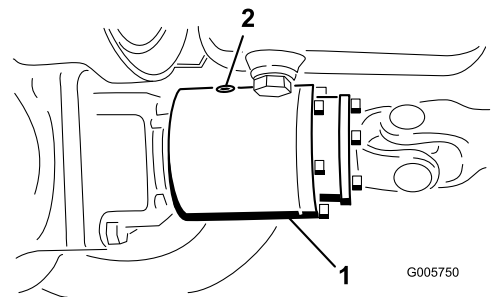

Figura 58
3. Rode a embraiagem de forma que o tampão de verificação fique virado para baixo (Figura 58).